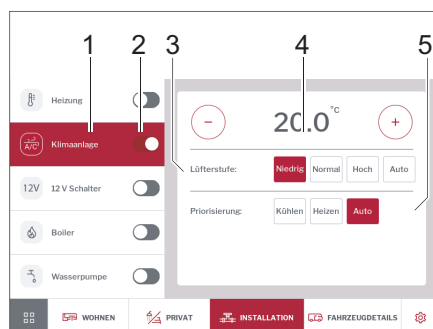

Fig. 287 Impianto di climatizzazione
- Accendere o spegnere l'impianto di climatizzazione con l'interruttore a scorrimento (Fig. 287,2).
- Digitare il pulsante *Impianto di riscaldamento* (Fig. 287,1). Viene visualizzato il pannello di comando per l'impianto di climatizzazione.
- Impostare la temperatura desiderata del vano di abitazione con i tasti + e - (Fig. 287,4).
- Impostare la priorità desiderata (raffreddamento/riscaldamento/modalità automatica) (Fig. 287,5).
- Selezionare il livello del ventilatore (Fig. 287,3).